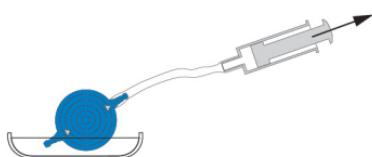

Abb. 21: Durchgängigkeitsprüfung
M.blue XABO sollte vor der Implantation entlüftet und auf Durchlässigkeit geprüft werden. Das möglichst schonende Befüllen des Ventils kann durch Aspirieren mithilfe einer am distalen Katheterende aufgesetzten sterilen Einwegspritze erfolgen. Dabei wird das Ventil distal konnektiert und in sterile, physiologische Kochsalzlösung gehalten. Lässt sich Kochsalzlösung entnehmen, ist das Ventil durchgängig (Abb. 21).